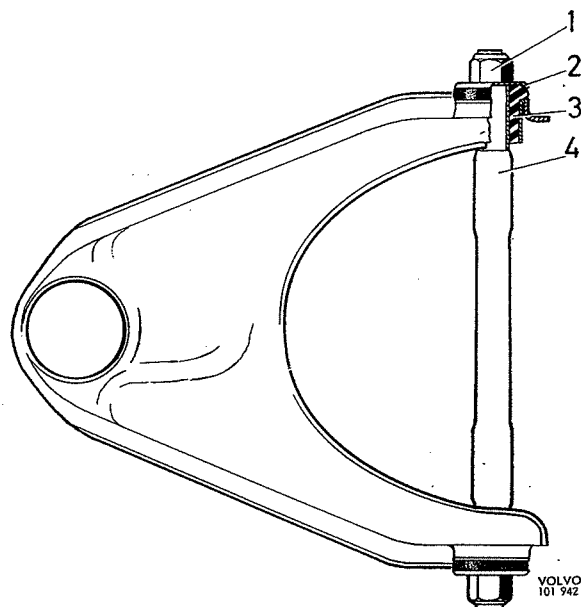

Fig. 6-11. Bovenste draagarm
1. Verwijder de moeren (1, Fig. 6-11) en de ringen (2) van de draagarmbout.